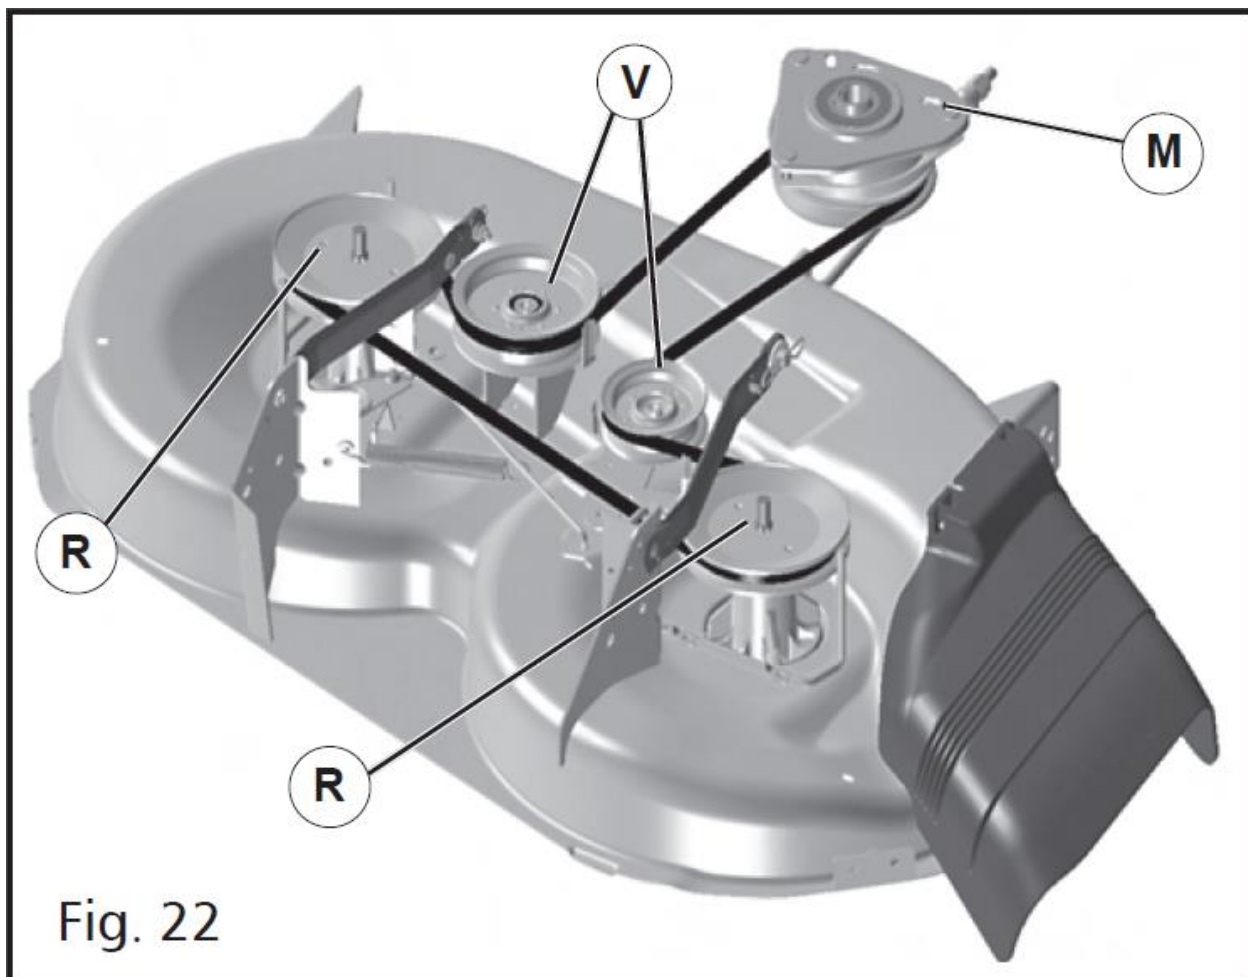

Fig. 22
ÎNLOCUIREA CURELEI DE ACȚIONARE A SISTEMULUI DE COSIRE (vezi Fig. 22)
- Ridicați sistemul de cosire în poziția cea mai înaltă Fig. 22.